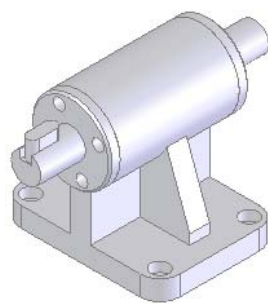

图 7-138 等轴测视图
**05** 设置视图方向。单击“标准视图”工具栏中的“等轴测”图标, 将视图以等轴测方向显示，结果如图 7-138 所示。